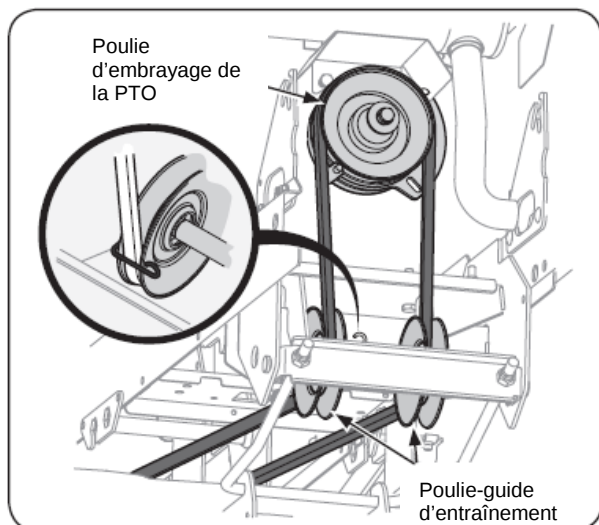

Figure 7-8
6. Alimentez la courroie vers l'avant et enlevez les poulies-guide d'entraînement (Consultez la Fig. 7-8 à la page 29) et la poulie d'embrayage de la PTO du tracteur.
1. En travaillant à partir de l'avant du tracteur, installez la courroie autour de la poulie d'embrayage de la PTO, en ayant le côté 'V' de la courroie assise dans la poulie. Alimentez prudemment la courroie vers le bas et installez-la dans les deux poulies-guide d'entraînement. Consultez la Fig. 7-8.